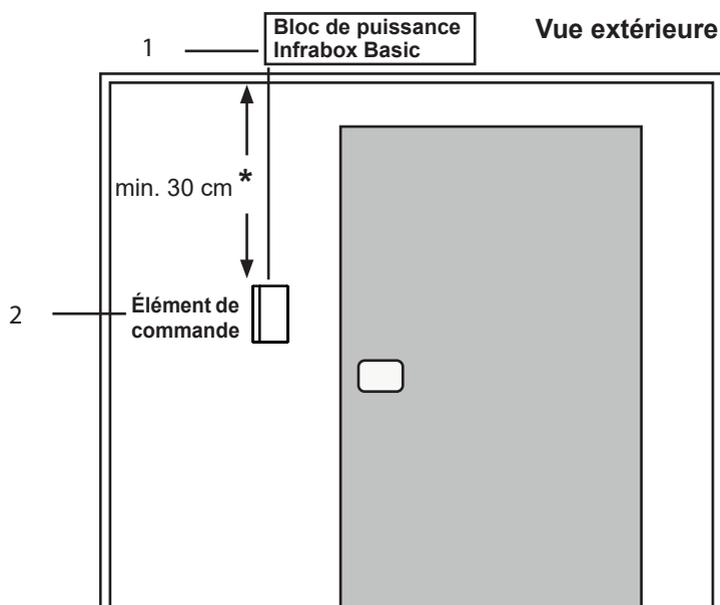

Fig. 2 Position du panneau de commande
Le panneau de commande 2 de la commande infrarouge est monté sur la paroi extérieure de la cabine à une distance maximale de 10 mètres du bloc de puissance 1 (voir Fig. 2). Pour le montage, une scie sauteuse usuelle, par exemple, est nécessaire pour réaliser la découpe pour le panneau de commande. Il est possible de monter le panneau de commande aussi bien dans la cabine qu'à l'extérieur de la cabine.
*En cas de montage à l'intérieur d'une cabine de sauna, respecter une distance minimale de 30 cm par rapport au plafond de la cabine (voir Fig. 2 Position du panneau de commande à la page 12).